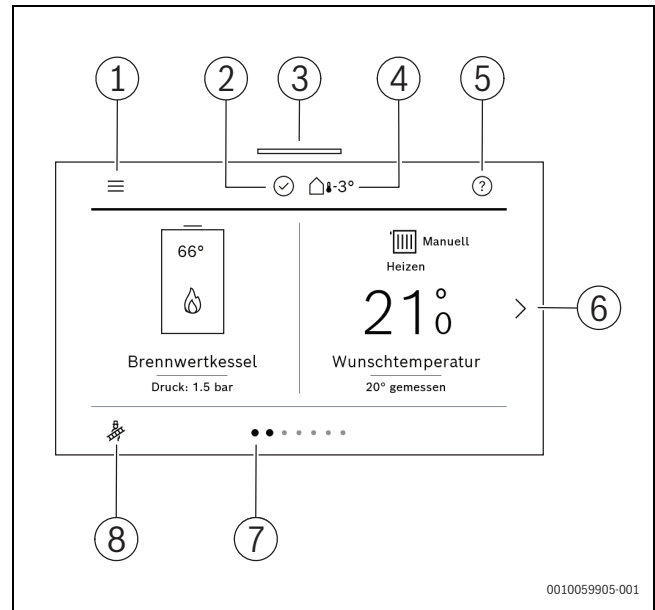

Bild 45 Bedienfeld
- ▶ Symbol (allgemeine Einstellungen) im Bedienfeld (→Bild 45) mindestens 5 Sekunden gedrückt halten.